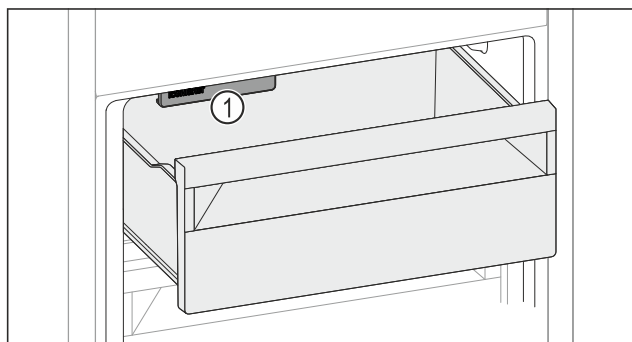

Fig. 182
- Uwzględnić IceMaker Fig. 182 (1).